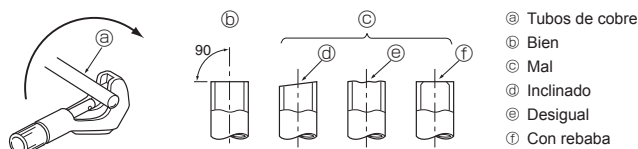

Fig. 5-2
5.3.1. Corte del tubo (Fig. 5-2)